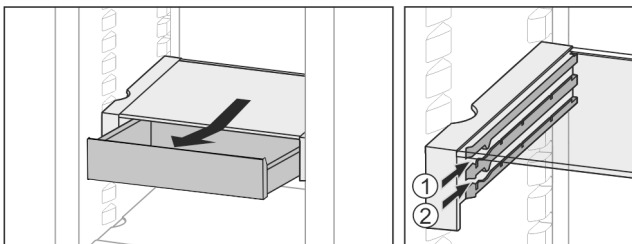

Fig. 26
- ▶ Вставити на будь-якій висоті *Fig. 26 (1)* або *Fig. 26 (2)*.